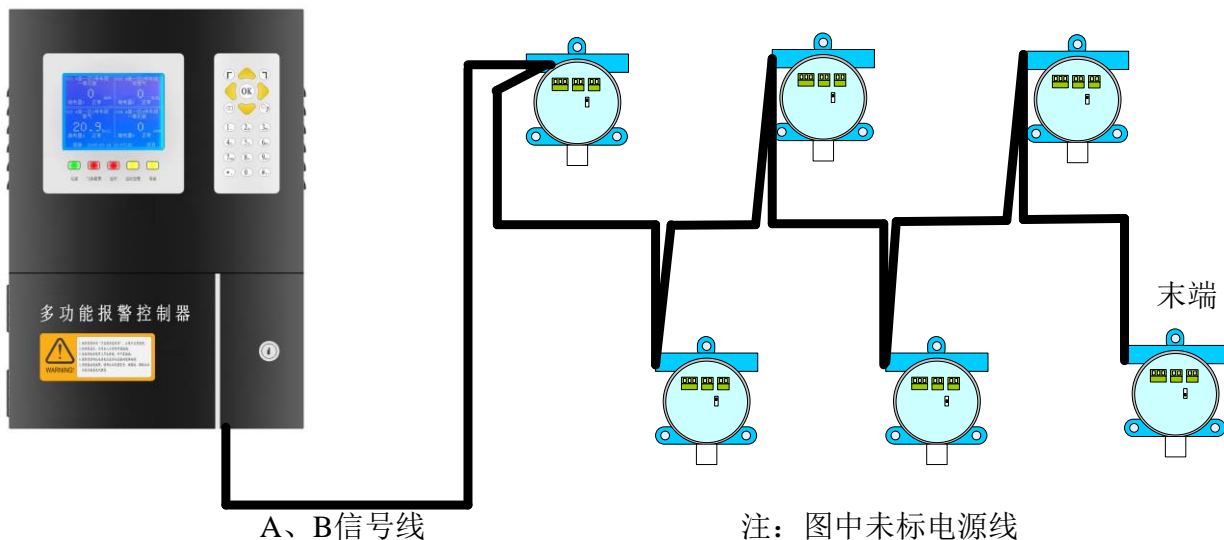
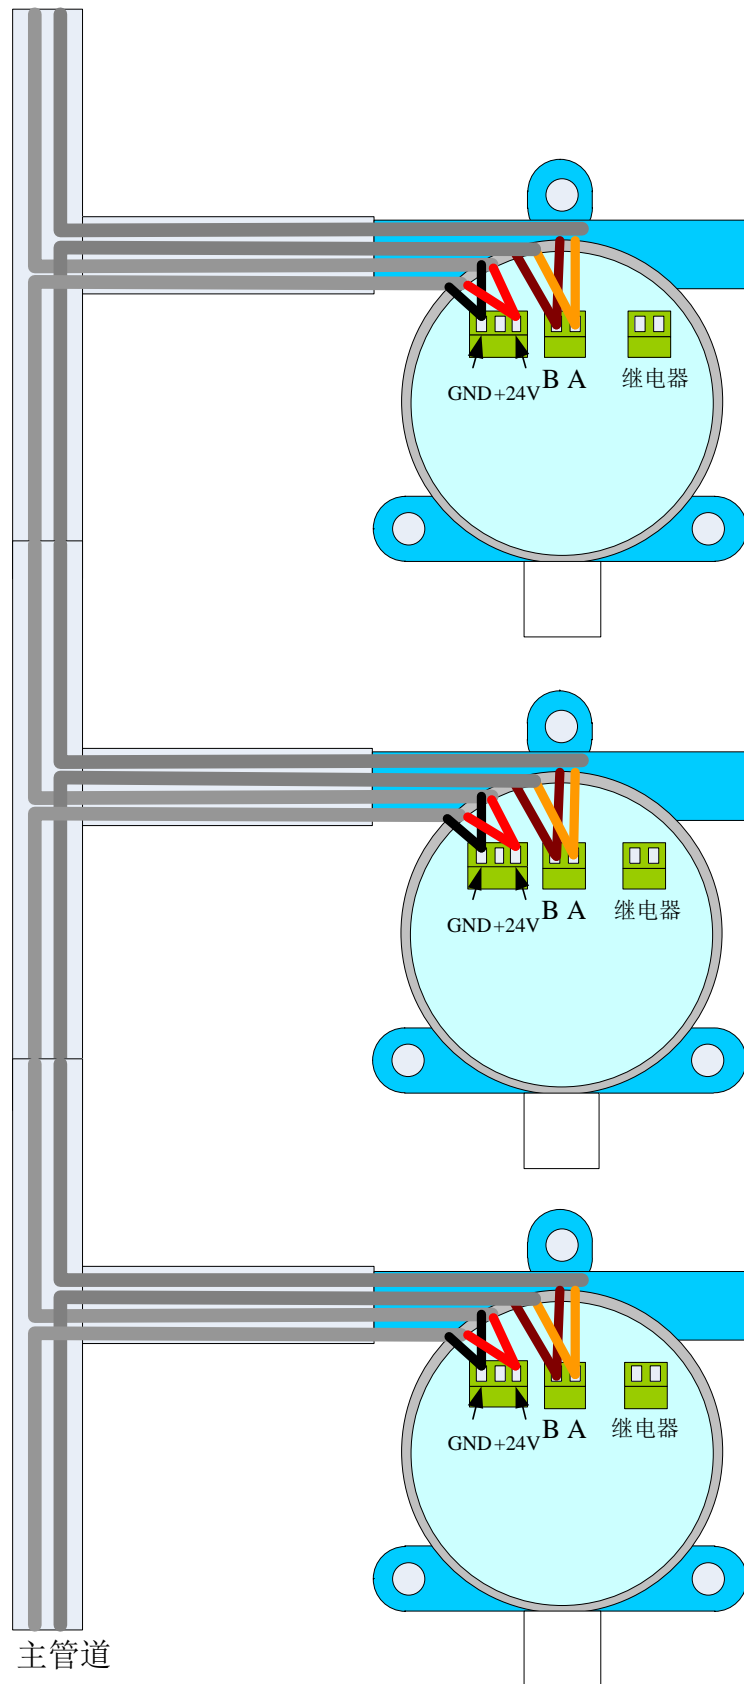

图 3 整体走线图
图 4 RS485 总线变送器接法
- (1) 电缆线使用 RVVP2*1.0 及以上，2 根 2 芯线或 RVVP4*1.0 及以上，1 根 4 芯线。
- (2) 接线仅支持手牵手方法，图 3 为整体走线图，图 4 为内部详细接线图。